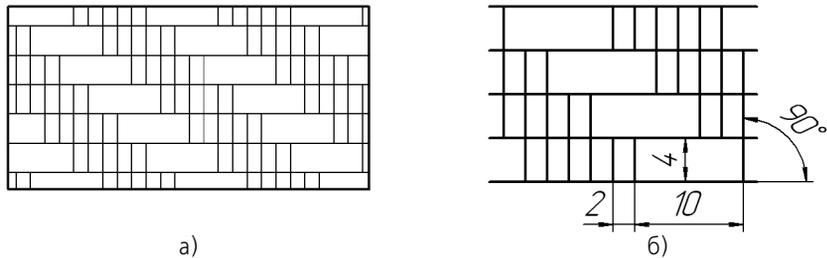

Рис. 131.15. Стил штриховки Соли:
**Задание.** Создайте стиль штриховки **Соли** (рис. 131.15). Стиль линии штриховки – Тонкая.